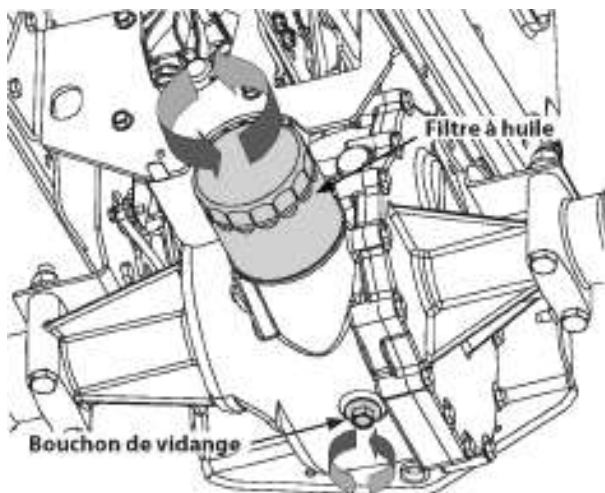

Figure 6-3
3. Retirez le bouchon de vidange et laissez l'huile se déverser dans un contenant propre ayant une capacité de plus de 5,68 litres. Remettez le bouchon de vidange. Voir la Fig. 6-3.